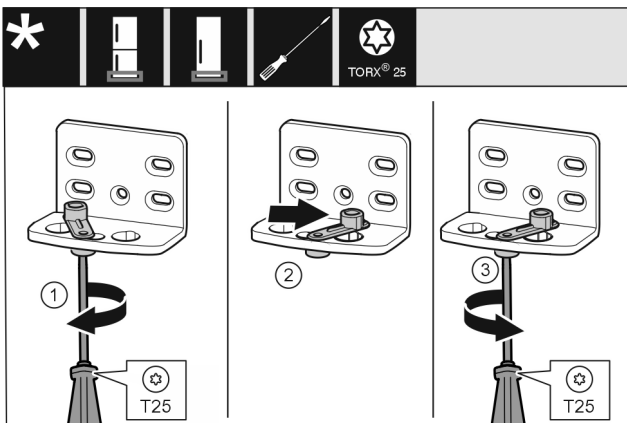

Fig. 14
- ▶ Atlaisvinkite varžtą atsuktuvu T25. Fig. 14 (1)
- ▶ Pakelkite pagalbinį durų uždarymo įtaisą ir 90° kampu pasukite į dešinę kiaurymėje. Fig. 14 (2)
- ▶ Tvirtai prisukite varžtą atsuktuvu T25. Fig. 14 (3)